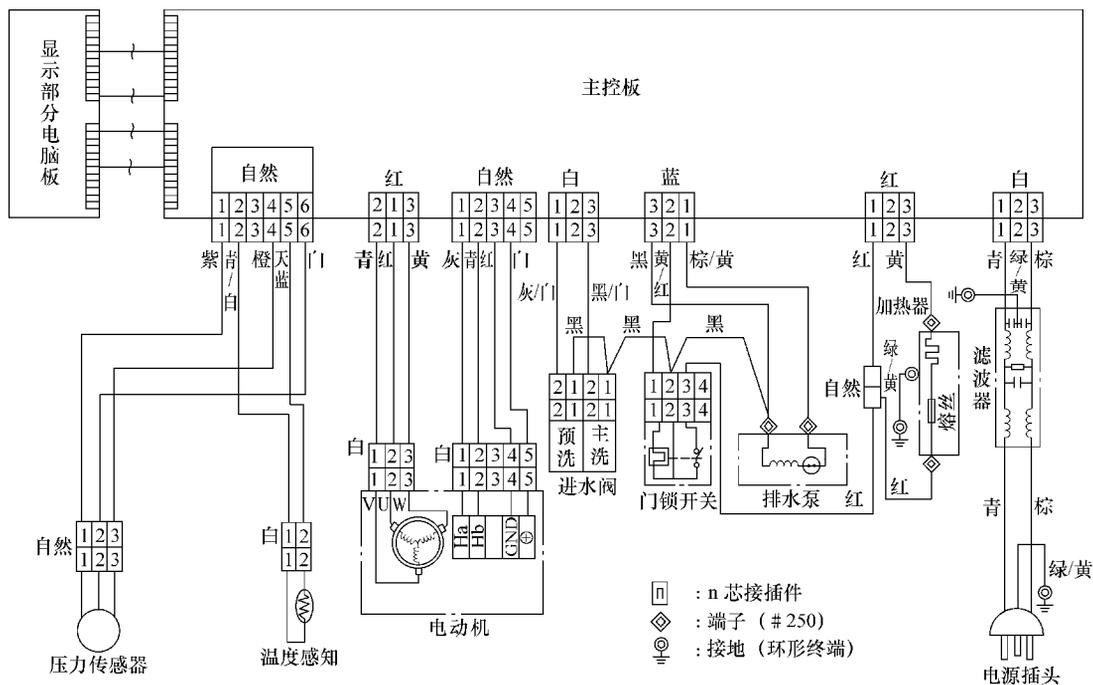

图 6-16 LG WD-N12155D 型滚筒式洗衣机电路原理图
**【附注】** LG WD-N12155D 型滚筒式洗衣机电路原理图如图 6-16 所示。